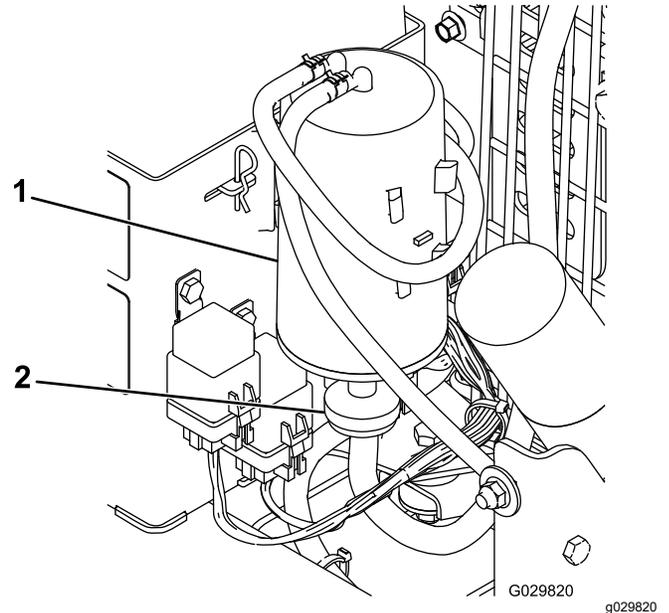

図 38
- カーボンキャニスタフィルタを取り外して廃棄する 図 38。